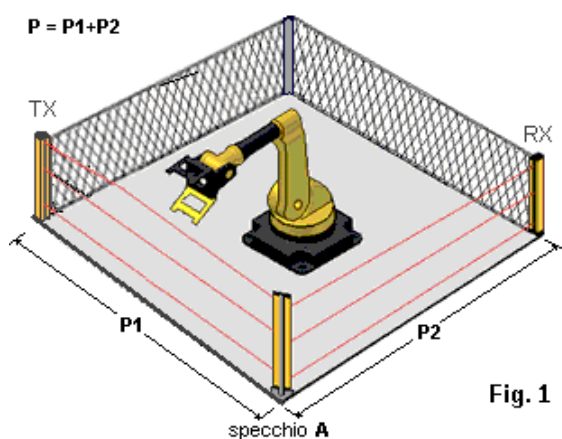

Fig. 1
- protezione a “ L “ quando la barriera protegge 2 lati con l'impiego di 1 specchio come da fig. 1
Questa soluzione consente di proteggere 4 lati come nel caso precedente ma con l'uso di due specchi e due barriere, l'allineamento va fatto come riportato nel primo riferimento (fig.1) ma agendo indipendentemente su due combinazioni di specchi / barriere.